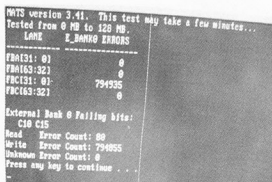

图 5-56 新增 C10 报错
(3) 结果出来了,多了个C10 数据位出错,如图 5-56 所示。